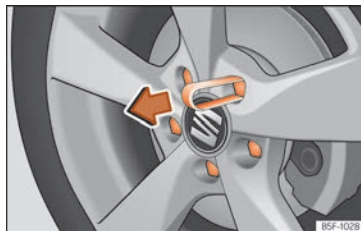

Fig. 68 Pinza per estrarre i cappucci dai bulloni della ruota.
- Incastrare la pinza di plastica (attrezzo di bordo) sul tappo fino a che non scatta » » » **fig. 68**.